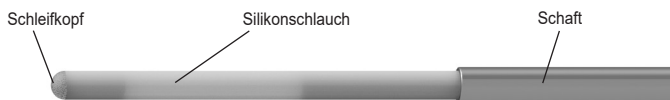

Abb. 2
- Sortieren Sie korrodierte oder beschädigte ILM-Scraper aus (Abb. 2).
- Kontrollieren Sie den ILM-Scraper auf Vollständigkeit (Abb. 2).